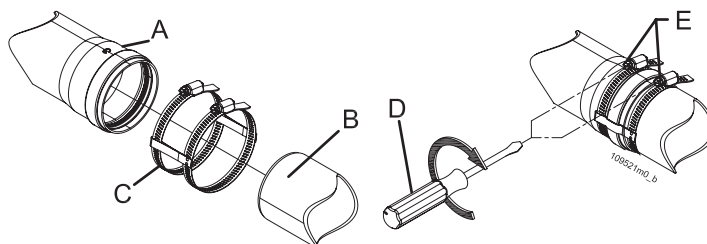

Figura 5-18 - Fissaggio dei condotti di scarico ed aspirazione
**ATTENZIONE!!! Assicurare meccanicamente gli incastri fra i vari elementi componenti il condotto di scarico e di aspirazione mediante l'utilizzo di sistemi di fissaggio o sistemi equivalenti (Figura 5-18).**